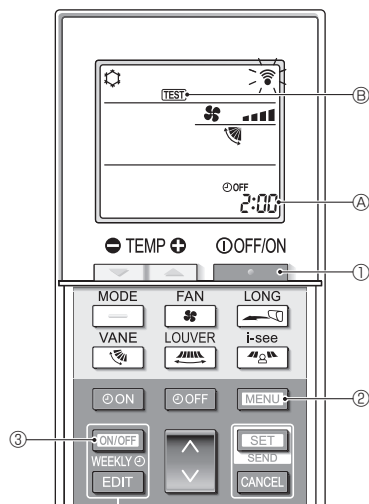

Fig. 7-5
7.2.2. Bruk av trådløs fjernkontroll (Fig. 7-5)
- Trykk på [PÅ/AV]-knappen ① for å stoppe klimaanlegget.
- Hvis uketidsuret er aktivert (WEEKLY lyser), trykker du på [ON/OFF WEEKLY] ③ for å deaktivere det (WEEKLY slukkes).
- Trykk på [MENU] ② i 5 sekunder.
- Trykk på [MENU] ②.
- Trykk på [TEST] ④ tennes, og enheten går over i testkjøringsmodus.